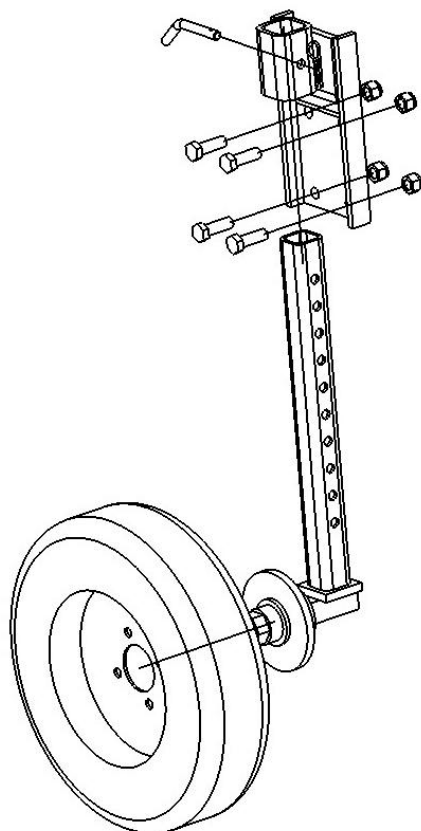

Fig.2
штыря) (рис.2)
- Закрыть предохранительный клапан (рис.2).